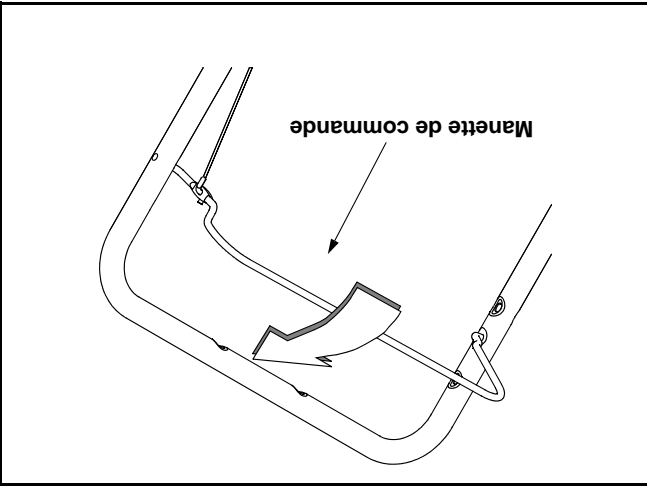

Figure 2
- Tournez la goulotte d'éjection vers la droite ou vers la gauche à l'aide de la poignée de la goulotte. Voir la Figure 2.
- Pressez la manette de commande contre le guidon supérieur pour enclencher les tarières. Voir la Figure 2.